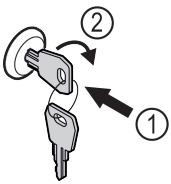

Fig. 82 Зображення для прикладу
- ▶ Вдавити ключ Fig. 82 (1).
- ▶ Повернути ключ на 90° за годинниковою стрілкою Fig. 82 (2).